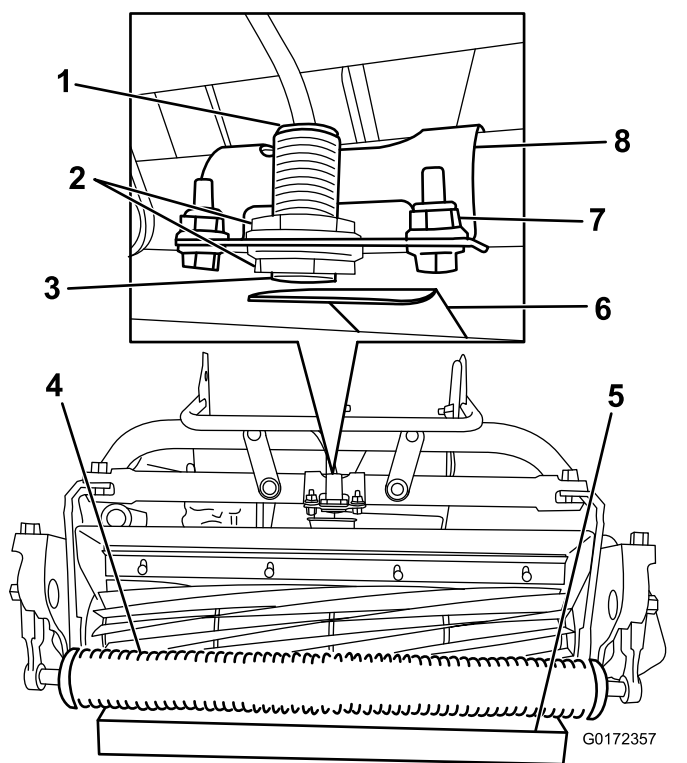

図 17
2. センサーについているジャムナットをゆるめて、ジャムナットの先端からねじ山が1山だけ見えるように調整する図17。
4. カuttingユニットの前ローラの下に 3.8 cm の角材を置く 図 17。
5. センサーのブラケットをフレームに固定している締結具をゆるめる 図 17。
8. センサー上部にあるランプが点灯するように、センサーのブラケットをターゲットプレートに向ける 図 17。すでにランプが点灯している場合には、ランプが消えるまでブラケットを回し、それから元に戻してもう一度点灯させる。